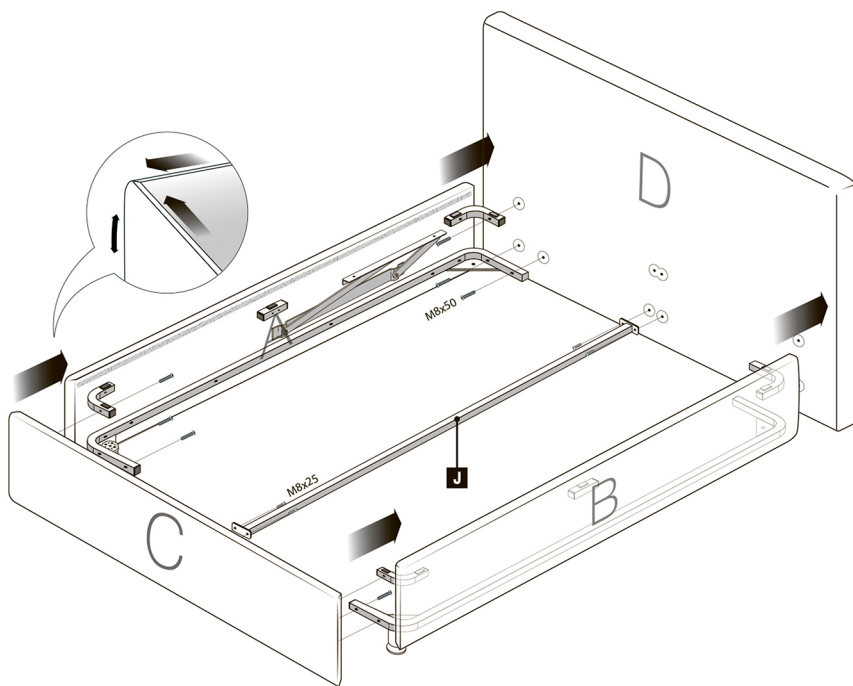

Рис. 5 Сборка царг А, В, С с изголовьем D, установка траверсы J
7. К изголовью **D** закрепите царгу **A** при помощи винтов **M8x50** (но **не затягивайте**) (рис. 5)
8. Таким же образом закрепите царгу **B** (рис. 5)
9. Закрепите ножную царгу **C** к боковым **A** и **B** (полка на ножной царге должна находиться в ее верхней части) (рис. 5)
10. Далее, пользуясь тем, что конструкция не протянута, выровняйте углы сопряжения боковых **A B** и ножной царг **C** (рис. 5). Затем **затяните все винты** по периметру.
12. В периметр установите траверсу **J**, используя винты **M8x25** (рис. 5)